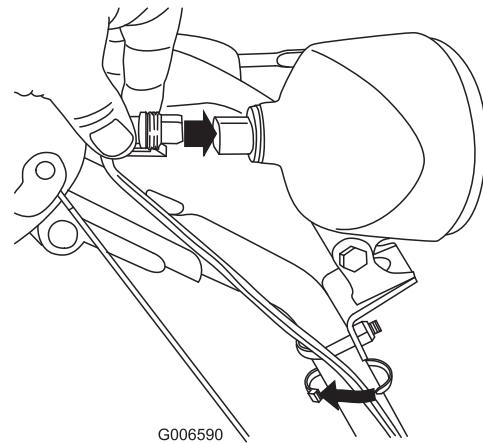

**Figure 52**
- Tournez la base de l'ampoule dans le sens anti-horaire jusqu'à la butée (Figure 52).